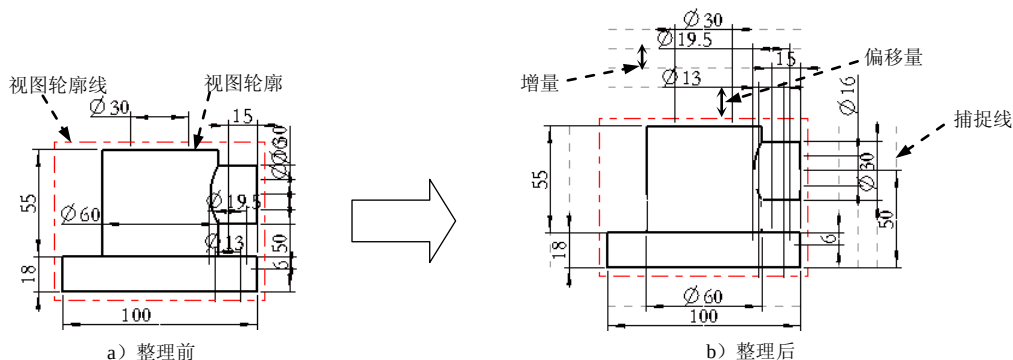

图 5.2.92 清除尺寸
Step4. 完成上步操作后, “清除尺寸”对话框被激活, 依次单击对话框中的 **应用** 和 **关闭** 按钮, 主视图的尺寸由系统自动整理完成, 如图 5.2.92 b 所示。
- ☒ **偏移** 是视图轮廓线 (或所选基准线) 与视图中最靠近它的尺寸 (第一尺寸) 间的距离, 如图 5.2.92 b 所示, 输入偏距值, 单击 **应用** 按钮, 可预览偏移值更改后的效果。
- ☒ **偏移参照** 区域中, 选中 ☒ **视图轮廓** 单选项后, 尺寸将以视图轮廓为参照进行偏移 (注意图 5.2.92 a 所示的“视图轮廓线”与“视图轮廓”的区别); 选中 ☒ **基线** 单选项后, 须在当前视图中选取“偏移参照” (如平面、基准平面、捕捉线、轴线或视图轮廓线), 单击 **反向箭头** 按钮, 可反转尺寸相对于“偏移参照”的偏移方向。